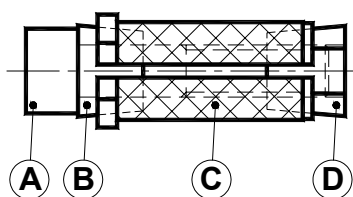
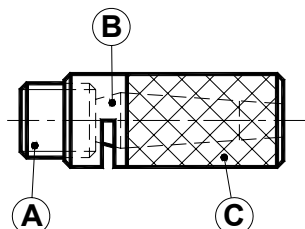

fig 3
fig 4
Il loro funzionamento si basa sull'espansione di una camicia esterna tagliata (C) (che a seconda dei "tipi" può essere con forma tonda zigrinata o quadrata o rettangolare) mediante uno due coni (B e D) (fig.3) che vengono sottoposti a trazione da una vite TCEI o TE e da una vite senza testa (A) (fig.4) che spinge il cono B nei tipi 400-500-600. Nei tipi 100-200-300 l'azione dei coni, quindi, determina l'espansione della camicia esterna che va ad aggrapparsi sugli elementi meccanici che si vogliono collegare insieme.
Functioning is based on the expansion of a cut external lining (C) (which, depending on types, may be round knurled, square or rectangular) through one-two cones (B and D) (fig.3) that are subjected to traction by a TE or TCEI screw and a headless screw (A) (fig.4) that pushes cone B in 400-500-600 models. In types 100-200-300 the action of the cones causes the external lining to expand and fasten onto the mechanical elements to be connected together.